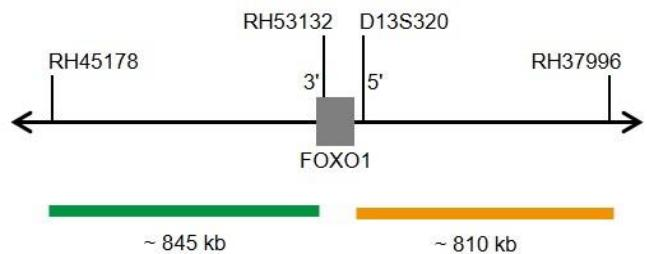

Fig. 1: SPEC FOXO1 Mapa da sonda (sem escala)
- Polinucleótidos (~10 ng/μl) com marcação ZyGreen (excitação 503 nm/emissão 528 nm), dirigidos ao mapeamento de sequências alvo em 13q14.11* (chr13:40,285,558-41,132,595) proximais ao ponto de quebra do gene FOXO1 (ver Fig. 1).
- Polinucleótidos (~4.5 ng/μl) com marcação ZyOrange (excitação 547 nm/emissão 572 nm), dirigidos ao mapeamento de sequências alvo em 13q14.11* (chr13:41,246,917-42,054,781) distais ao ponto de quebra do gene FOXO1 (ver Fig. 1).